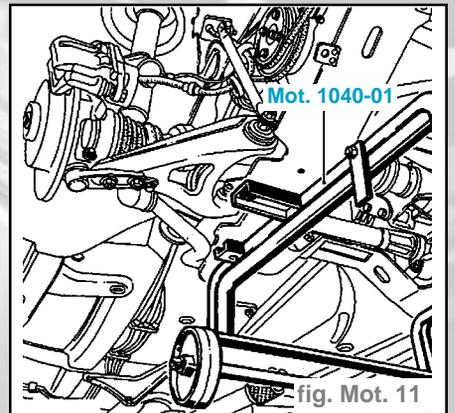

fig. Mot. 11
- Fixer l'outil **Mot 1040-01** sous le berceau (fig. Mot. 11).